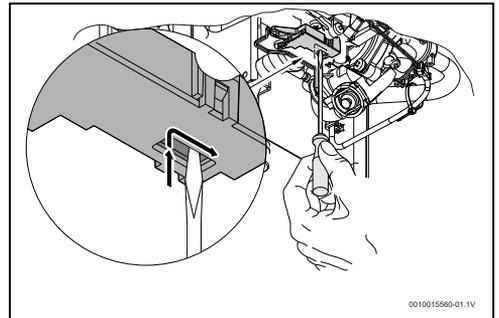

Fig. 24 *Resetear el microinterruptor*
- ▶ Posicionar el microinterruptor según la fig. 24.